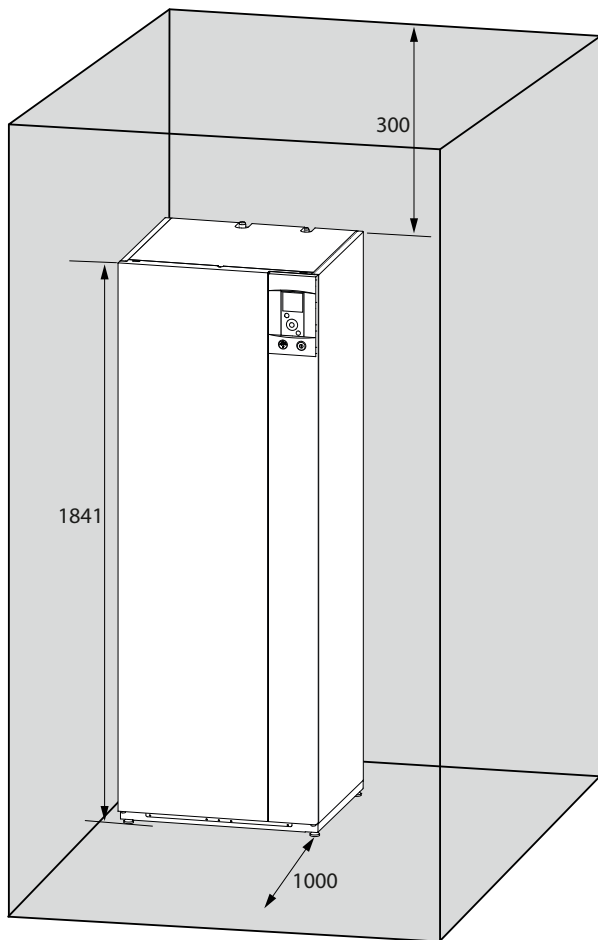

fig. 15 - Dégagements minimum d'installation autour du module hydraulique
- Pour faciliter les opérations d'entretien et permettre l'accès aux différents organes, il est conseillé de prévoir un espace suffisant tout autour du module hydraulique (fig. 15).